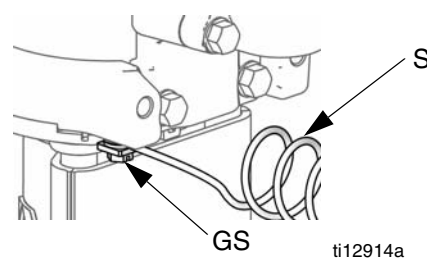

FIG.2. Tornillo y cable de conexión a tierra
1. Bomba: Vea FIG.2. Verifique que el tornillo de tierra (GS) esté unido y apretado firmemente en el motor de aire. Conecte el otro extremo del cable de conexión a tierra (S) a una tierra verdadera.